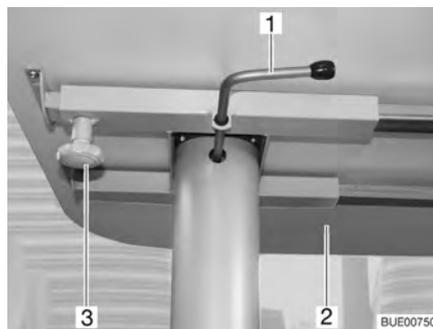

Bild 72 Hubtisch, verschiebbar
- Rändelschraube (Bild 72,3) lösen.
- Tischplatte (Bild 72,2) in die gewünschte Position schieben.
- Den Verriegelungshebel (Bild 72,1) nach links schwenken. Die Verriegelung des Hubmechanismus ist offen.
- Tischplatte (Bild 72,2) in der Mitte bis zum Anschlag nach unten drücken und gedrückt halten.
- Den Verriegelungshebel (Bild 72,1) nach rechts schwenken (Bild 72). Der Hubmechanismus ist verriegelt.
- Den Verriegelungshebel (Bild 72,1) nach links schwenken. Die Verriegelung des Hubmechanismus ist offen. Die Tischplatte fährt bis zum Anschlag nach oben.
- Den Verriegelungshebel nach rechts schwenken (Bild 72). Der Hubmechanismus ist verriegelt.